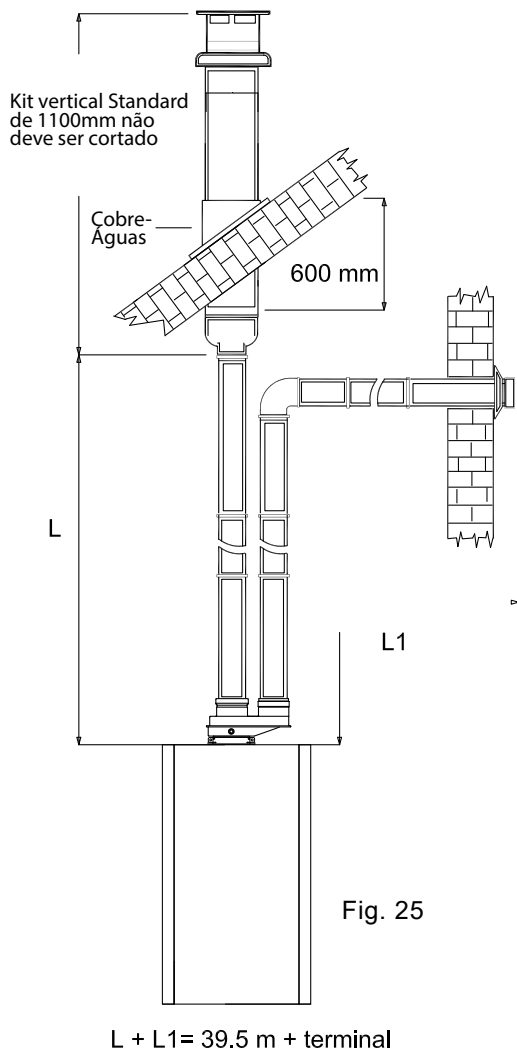

Fig. 25
**5.17 Sistema de exaustão/sucção com dois diâmetros nominais separados de 80. Tubo de escape em telhado plano ou inclinado, sucção na parede vertical (fig. 25).**